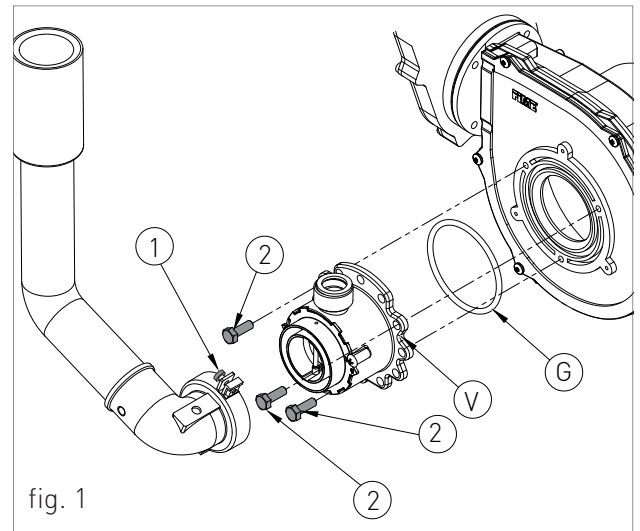

fig. 1
- › soltar los dos tornillos '1' (fig.1) de la brida de sujeción, y retirar el tubo de aspiración de aire;
- › soltar los tres tornillos '2' (fig.1) del venturi 'V' (fig.1) utilizando una llave del 10, como se muestra en la figura 2;
- › sustituir el venturi con el adecuado para el tipo de gas de suministro (metano) y volver a montar los componentes en orden inverso a su desmontaje y asegurarse que la junta 'G' se monta como se indica en la fig.1;
- > soltar los dos tornillos '1' (fig.1) de la brida de sujeción, y retirar el tubo de aspiración de aire;
- > soltar los tres tornillos '2' (fig.1) del venturi 'V' (fig.1) utilizando una llave del 10, como se muestra en la figura 2;
- > volver a montar los componentes en orden inverso a su desmontaje y asegurarse que la junta 'G' se monta como se indica en la fig.1;